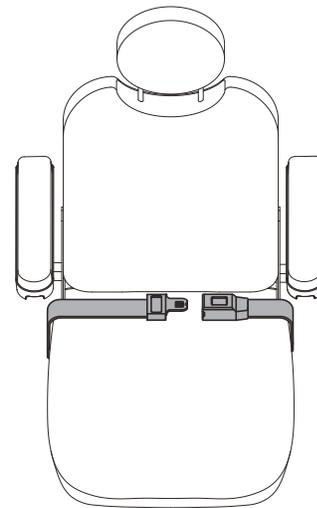

Figura 7. Regolazione della cintura di posizionamento
La Carrozzina elettrica può essere equipaggiata con una cintura di posizionamento regolabile secondo la comodità dell'operatore. **Vedere figura 7.** La cintura di posizionamento è progettata per sostenere l'operatore in modo che non scivoli verso il basso o in avanti sul sedile e può essere regolata per maggiore comfort dell'operatore. La cintura di posizionamento non deve essere usata come dispositivo di contenimento.
1. Una volta seduti, inserire la linguetta metallica su un lato della cintura nell'alloggiamento in plastica sul lato opposto fino al clic. **Vedere figura 7.**